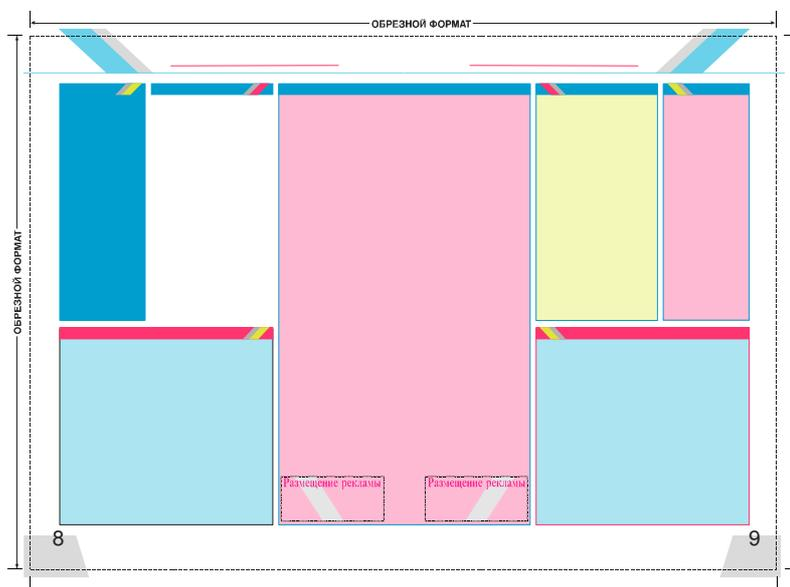

Рис. 4.
1.4.3. В случае полной запечатки внутреннего разворота (середина тетради) исходные файлы должны обеспечивать точное совмещение изображения на страницах, составляющих разворот, или он может быть выполнен на одной странице, размеры которой соответствуют полному развороту готового изделия с учетом припусков под обрез и технологических меток (рис. 4).